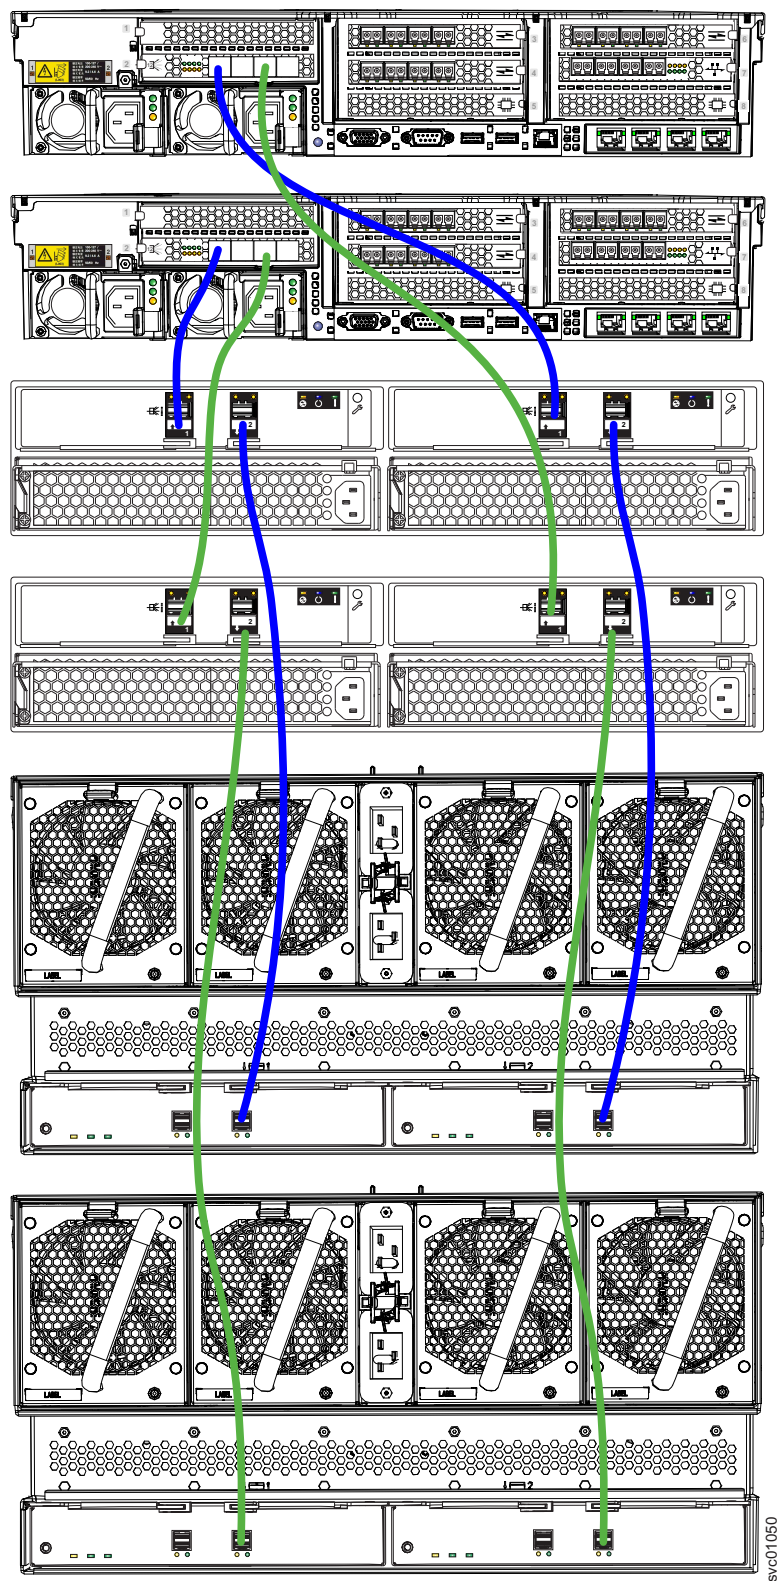

Figura 135. Conectando os cabos SAS
1. Instale os cabos, conforme mostrado em Figura 135 na página 148.
Nota: Figura 135 na página 148 é fornecido para mostrar as conexões de cabo entre os gabinetes SAS e cada gabinete do nó. Isso não significa ou representa a
Conforme mostrado em Figura 135 na página 148, é possível combinar os gabinetes 2145-24F, 2145-12F e 2145-92F em uma cadeia SAS. O fator limitante é o *peso de cadeias* combinado dos vários componentes. O peso máximo de cadeias SAS que pode ser atribuído a uma porta SAS do nó é 10: